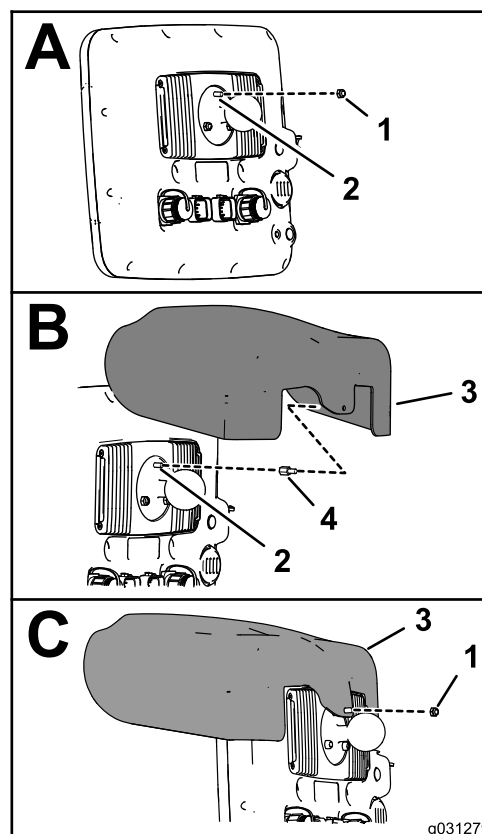

Figura 155
1. En la parte trasera del monitor de fumigación, con los 2 conectores (26 pines) hacia abajo, retire la contratuerca superior (5 mm) del espárrago del soporte de bola (Figura 155).
3. Enrosque el separador en el espárrago del soporte de bola (Figura 155) y apriete el separador a 250 N·cm.
5. Alinee el orificio de la visera del monitor con la porción del espárrago del separador roscado (Figura 155).